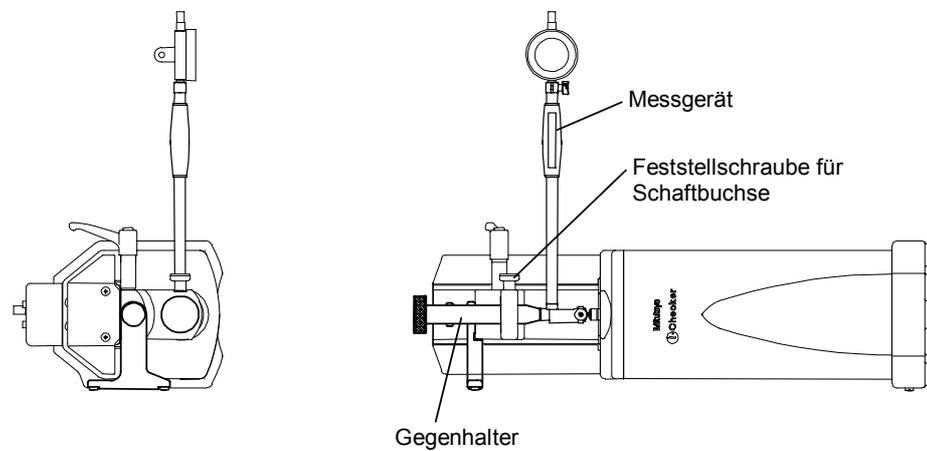

Abb. 4-6-7 2-Punkt-Innenmessgerät montieren
- 2) Kippen Sie nun den i-Checker langsam nach links und platzieren Sie ihn auf den seitlichen Stützen, wie in Abb. 4-6-7 gezeigt.
- 3) Setzen Sie die 20-mm-Schaftbuchse in den Arm des i-Checker und den Gegenhalter in die Schaftbuchse ein (siehe Abb. 4-6-7).
- 5) Wie in Abb. 4-6-7 muss der Gegenhalter durch die Schaftbuchsen-Feststellschraube fixiert werden, damit eine zur Spindel lotrechte Positionierung gewährleistet ist.